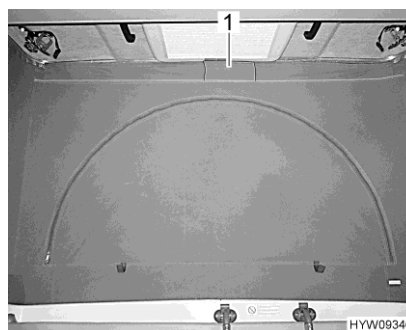

Fig. 52 Aération (fermée)
- Détacher la bande velcro du pan d'étoffe (Fig. 52,1) sous le toit relevable. Un grillage de protection contre les insectes est installé derrière le pan d'étoffe.